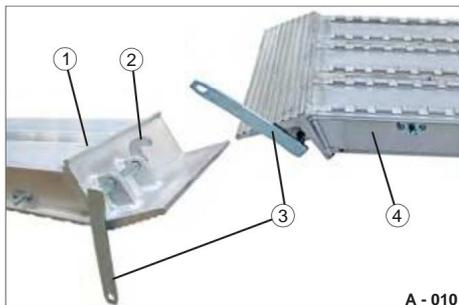
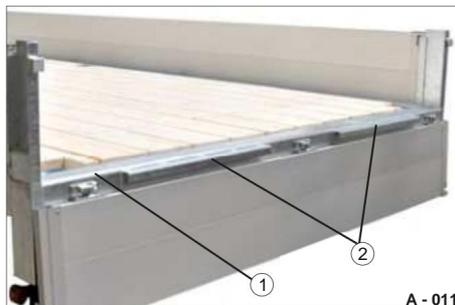

Fig. 14 Leva di sicurezza aperta
Fig. 15 Bordo della zona di carico del telaio
- ÿ Controllare che la leva di sicurezza (Fig. 14/3) e il gancio di sicurezza (Fig. 14/2) non siano deformati.
- ÿ Se necessario, pulire il backup rotaia (Fig. 15/2) e il gancio di sicurezza (Fig. 14/2) da eventuali contaminazioni.